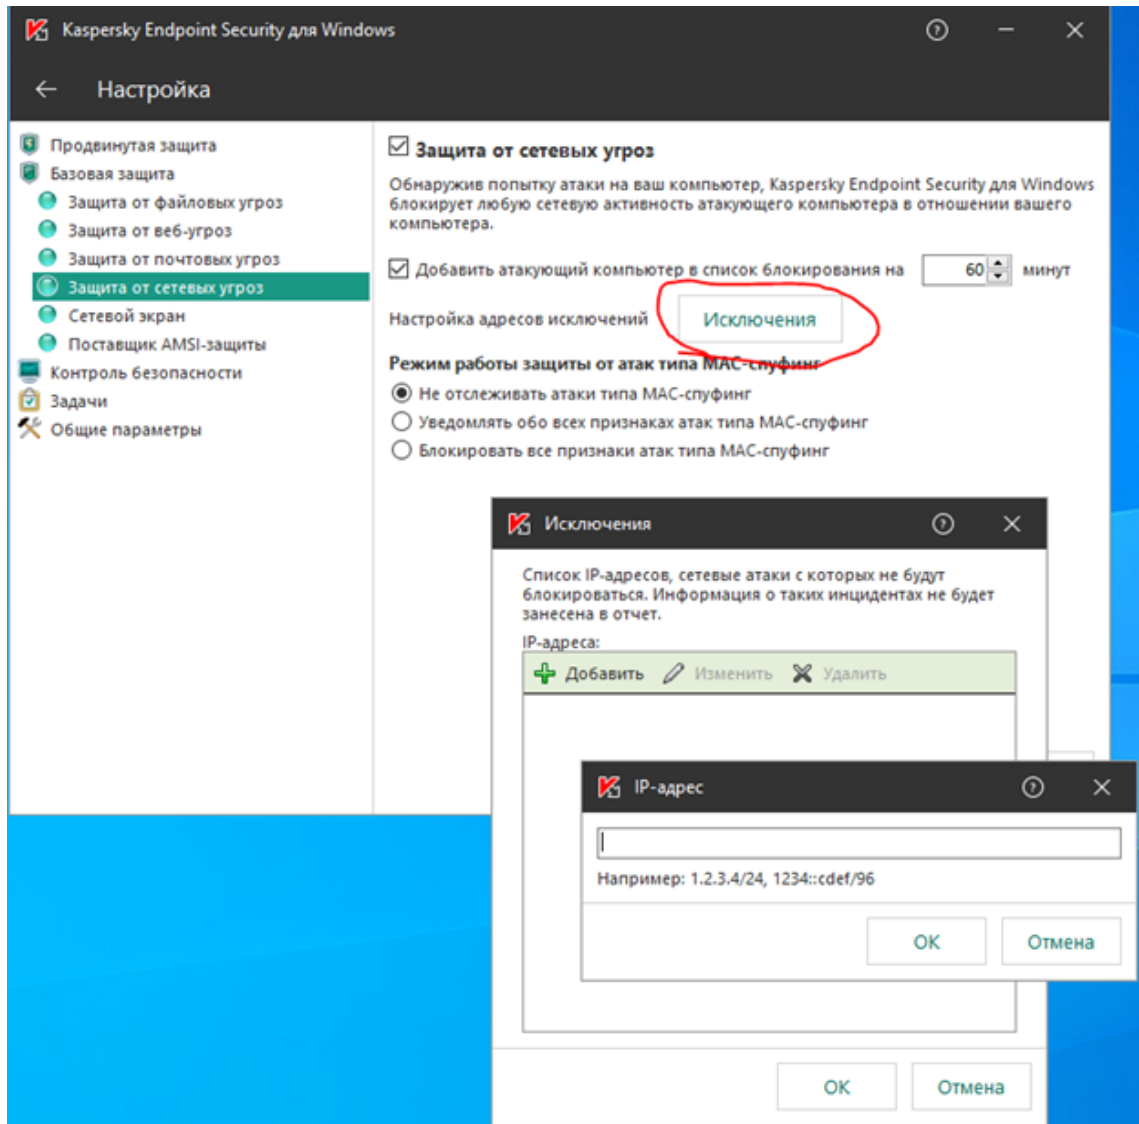

Рисунок 471 - Защита от сетевых угроз
- е. Добавьте адреса серверов SCADA и БД в список исключений на вкладке **Защита от сетевых угроз**. Также при установке антивируса на сервер Redkit убедитесь, что антивирус не обрывает соединения с другими компонентами системы. Если соединения нет, но оно появляется после отключения антивируса, то необходимо также внести адрес данного узла в список исключений (Рисунок 471).